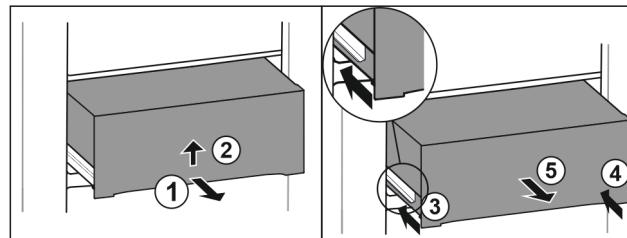

Fig. 68
- Extrageți pe jumătate sertarul. Fig. 68 (1)
- Ridicați sertarul de partea inferioară. Fig. 68 (2)
- Inserați şina din stânga. Fig. 68 (3)
- Inserați şina din dreapta. Fig. 68 (4)
- Extrageți sertarul spre înainte. Fig. 68 (5)